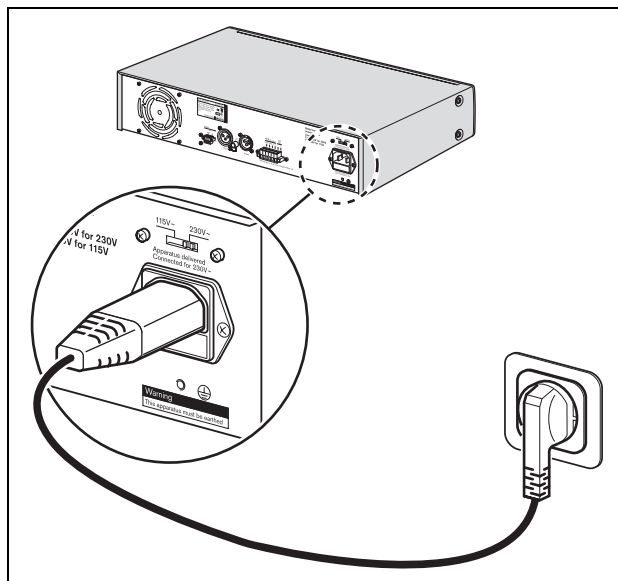

figura 3.2: Ligação eléctrica e selector de tensão
- 1 Certifique-se de que o selector de tensão (115/230 VCA) está correctamente regulado para a corrente utilizada no país (consulte a figura 3.2).